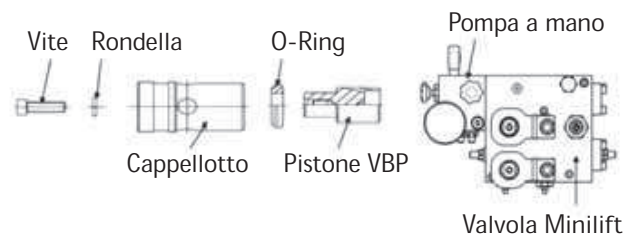

Figura 17
- Per accedere al pistoncino della valvola VBP occorre togliere la pompa a mano se presente (Figura 17)